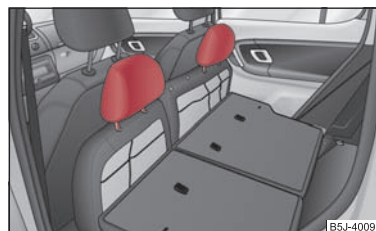

Fig. 54 Scaunele din spate: Tetierele în scaune
- Tetierele se pot introduce în orificiile corespunzătoare ale banchetei rabatate ⇒ pagina 62, fig. 54.